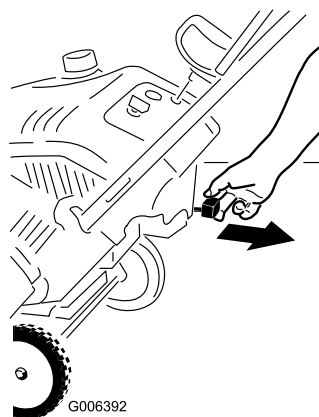

Рисунок 12
2. Потяните за рычаг воздушной заслонки (Рисунок 12).